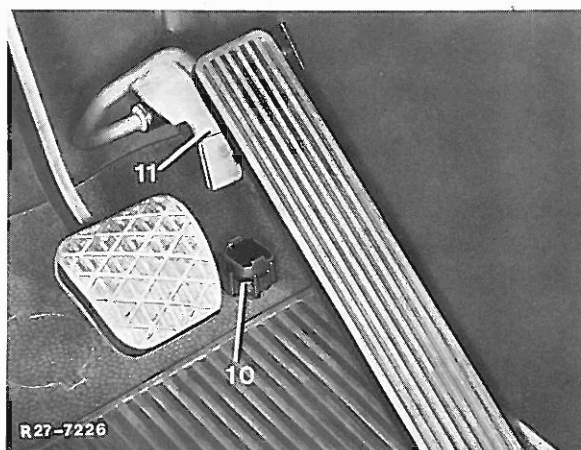

Bild 26
2 Der Fahrfußhebel darf in dieser Stellung den Übergasschalter (10) gerade berühren (siehe Bild 26).
3 Abweichungen am Klemmbügel (11) des Fahrfußhebels korrigieren (siehe Bild 26).